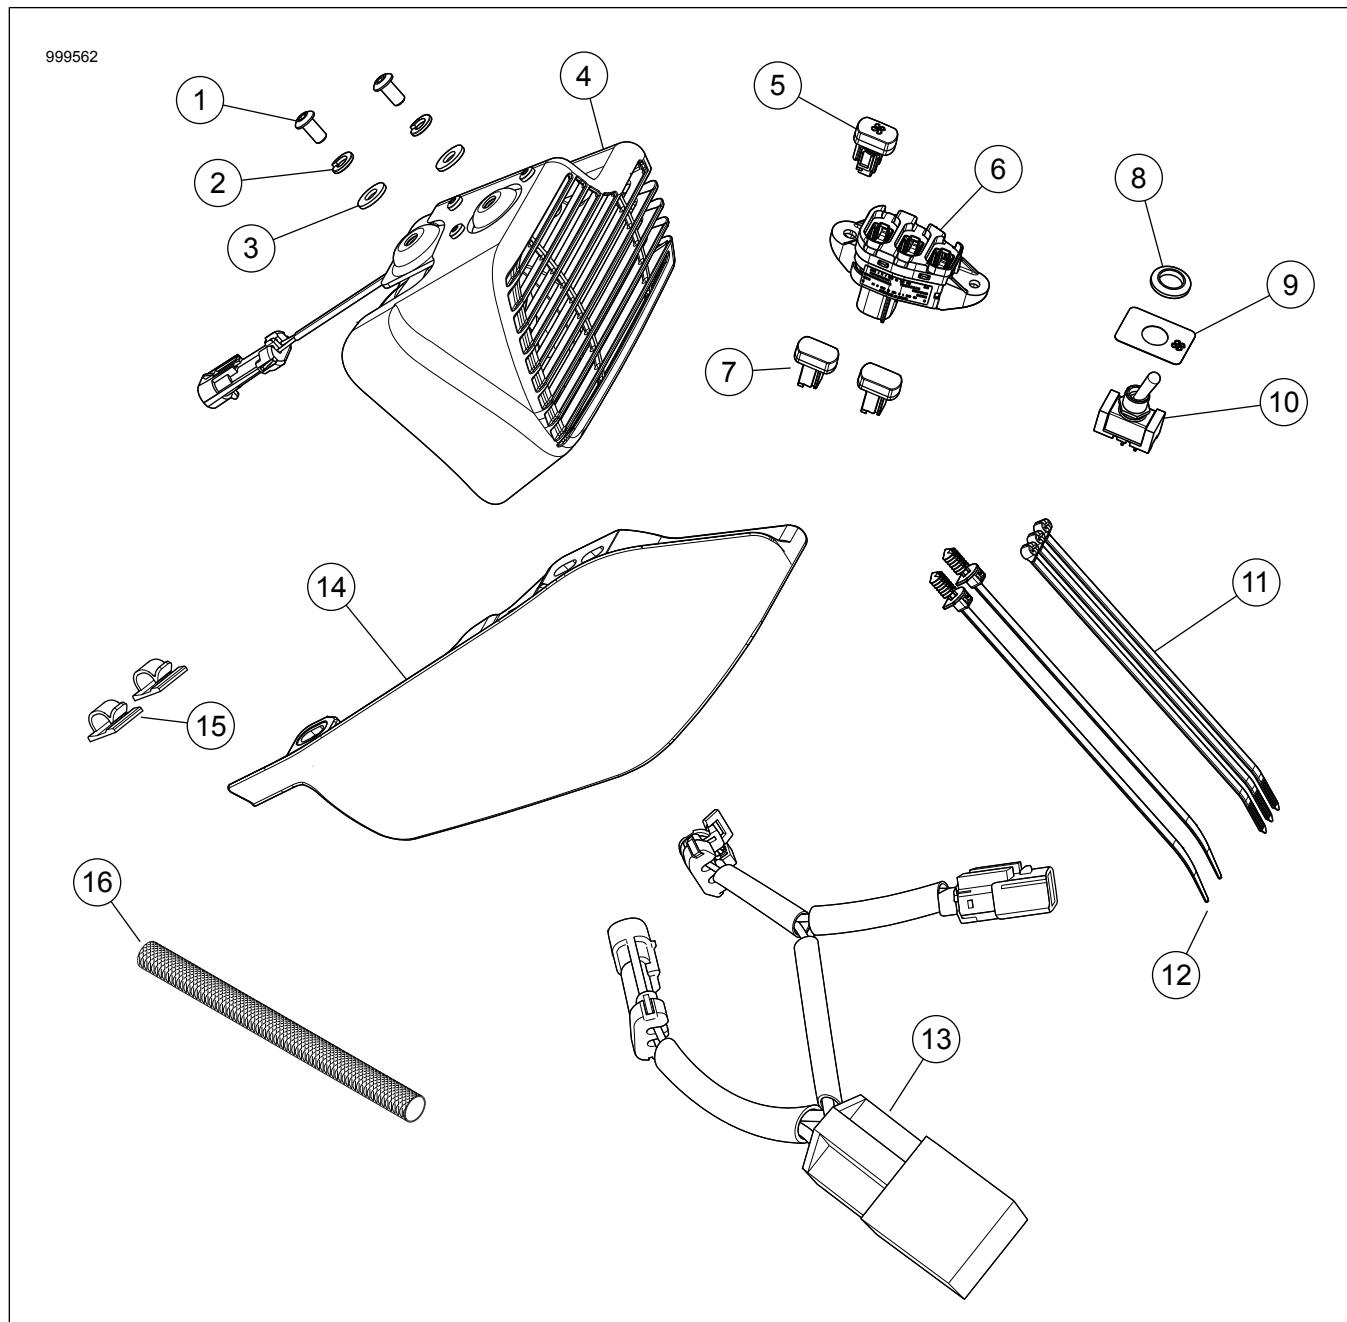

Рисунок 7. Запасные части: Комплект вентилятора
См. Рисунок 7 и Таблица 1.
- См. Рисунок 7 . При наличии ранее установленного оборудования установите новый дефлектор средней рамы (13).
5. См. Рисунок 7 . Установите выключатель вентилятора.